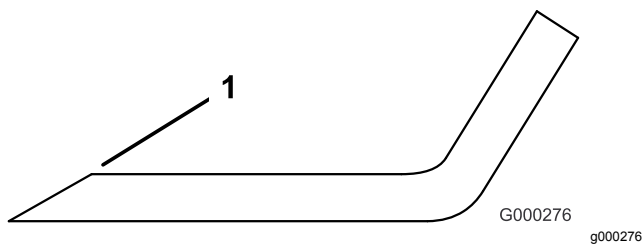

Figura 131
3. Inspeccione los filos de corte de todas las cuchillas, y afílelos si están romos o tienen mellas (Figura 131).
Nota: Afile únicamente la parte superior del filo y mantenga el ángulo de corte original para asegurar un filo correcto (Figura 131). La cuchilla permanece equilibrada si se retira la misma cantidad de material de ambos filos de corte.